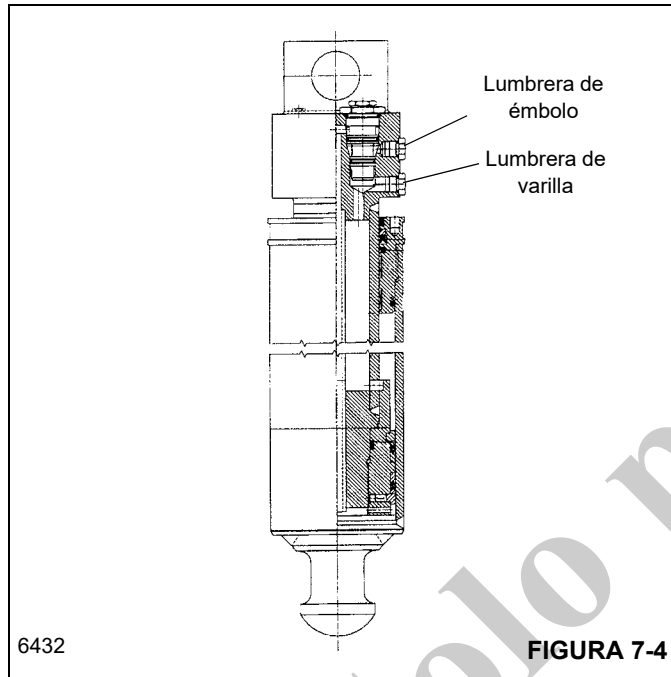

FIGURA 7-4
2. Quite la manguera del cilindro del lado de la varilla del cilindro de gato que se sospecha que tiene fugas (vea la Figura 7-4). El aceite fluirá hasta que se vacíe la cavidad del bloque de lumbreras del cilindro. Una vez que se vacíe la cavidad del bloque de lumbreras, el aceite deberá dejar de fluir por la lumbrera del lado de la varilla.
2. Quite la manguera del cilindro del lado del émbolo del cilindro de gato que se sospecha que tiene fugas (vea la Figura 7-4). El aceite fluirá hasta que se vacíe la cavidad del bloque de lumbreras del cilindro. Una vez que se vacíe la cavidad del bloque de lumbreras, el aceite deberá dejar de fluir por la lumbrera del lado del émbolo.